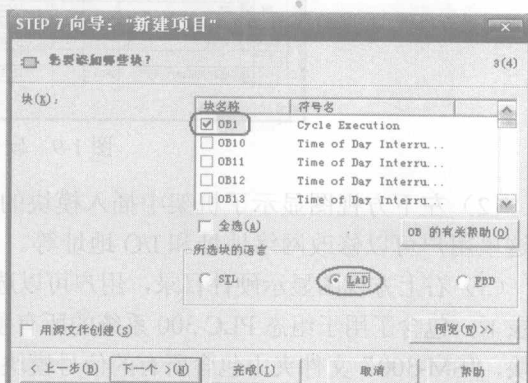

图 1-12 STEP 7 向导窗口 3
(3) 在第 2 个窗口中，单击“下一个”按钮就可以进入下一个窗口。图 1-12 所示为 STEP 7 向导窗口 3，用户可以选择需要生成的逻辑块（在逻辑块中编写软件程序），必须至少选择主程序组织块 OB1（循环扫描），并选择编程语言“LAD”单选按钮。